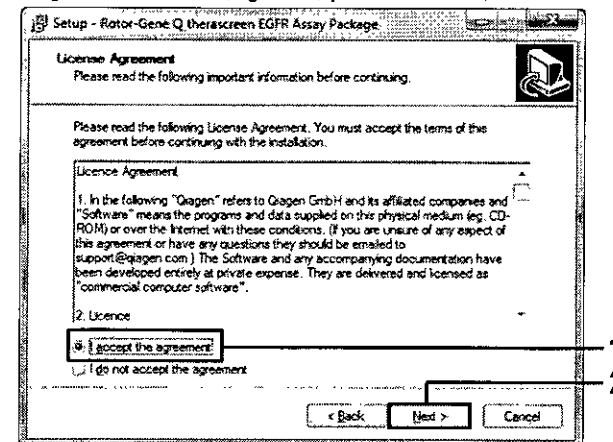

Ilustración 42. Cuadro de diálogo "License Agreement" (Acuerdo de licencia) (1 = "I accept the agreement" [Acepto el acuerdo], 2 = Botón "Next" [Siguiente])
5. Lea el Acuerdo de licencia del cuadro de diálogo y marque la casilla "I accept the agreement" (Acepto el acuerdo) para aceptar el acuerdo. Haga clic en "Next" (Siguiente) para continuar (ilustración 42).